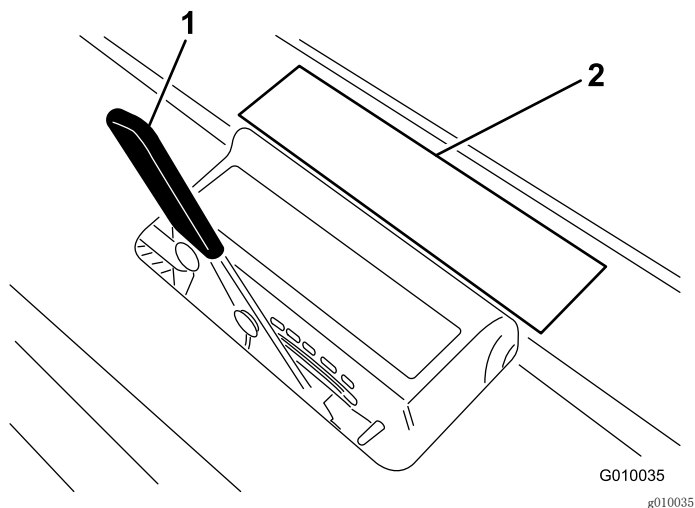

图 16
3. 将打孔针平放到打孔针深度标贴上（图 16），一头与所需的打孔深度对齐（请参考标贴上的打孔针图示）。